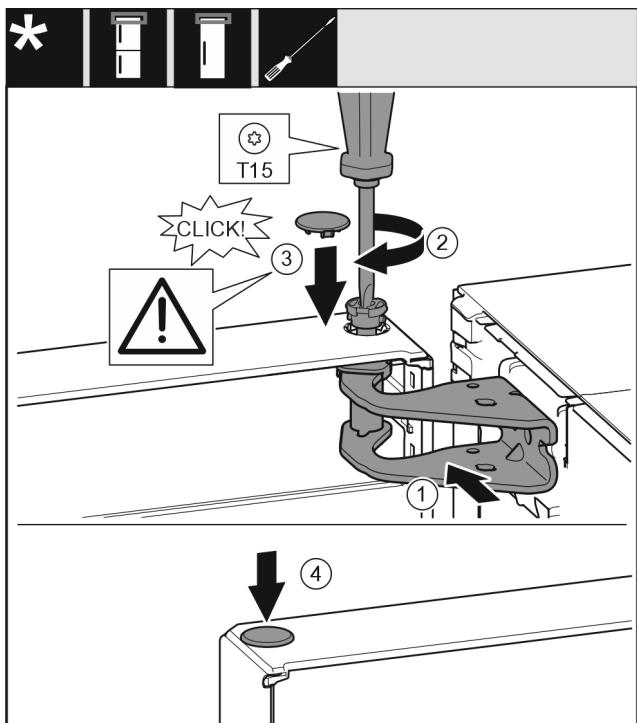

Fig. 19
- Dvere hore vyrovnejte s otvorom v ložiskovej konzole. Fig. 19 (1)
- Vložte čap a pevne ho priskrutkujte skrutkovačom T15. Fig. 19 (2)
- Namontujte poistný kryt pre poistku dverí: nasadte poistný kryt a skontrolujte, či prilieha ku dverám. Inak čap vložte úplne. Fig. 19 (3)
- Nasadte zátku. Fig. 19 (4)